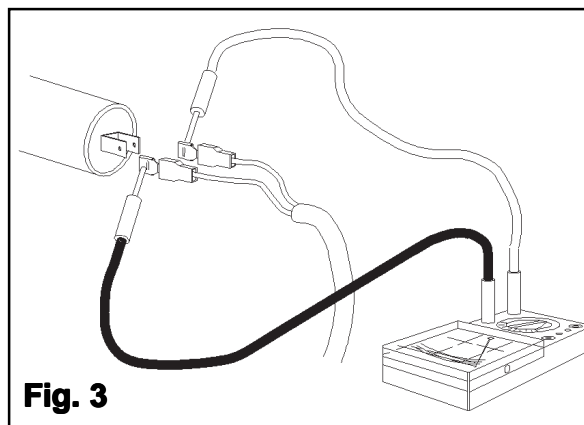

Fig. 3
- Scollegare dal condensatore i due cavi (BLU) provenienti dallo statore (Fig. 3).
- Disconnect from the capacitor the two wires (color: BLUE) coming from the stator (Fig. 3).